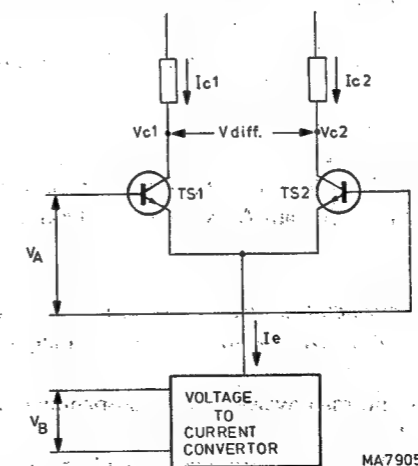
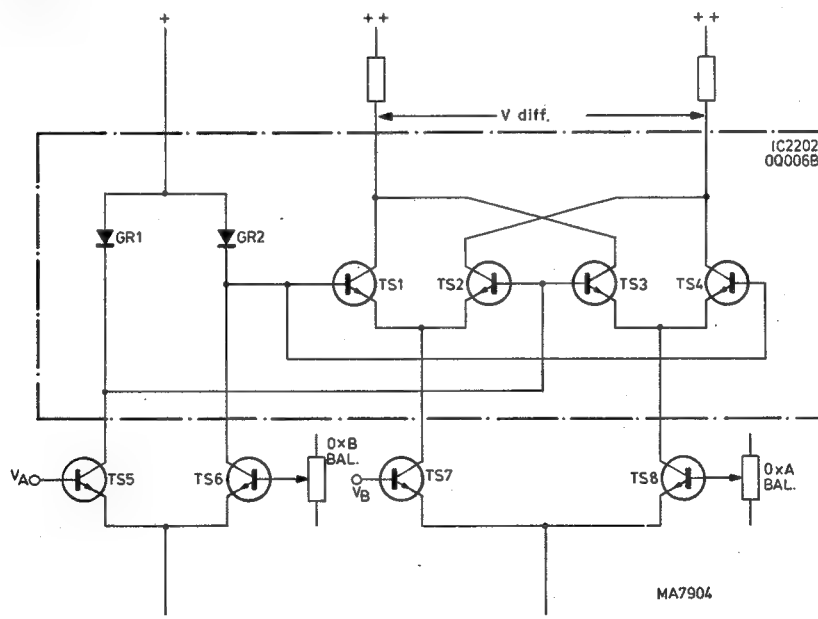

Abb. 3.1.1. Prinzipschaltung des Multiplikators
Abb. 3.1.2. Vereinfachtes Schaltbild des Multiplikators im PM 3252
Wenn zwei ausgesuchte bipolare Transistoren aus einer gemeinsamen Emittterstromquelle gespeist werden (siehe Abb. 3.1.1.), ist der differentielle Kollektorstrom proportional dem Produkt der differentiellen Eingangsspannung V_A und der Steilheit g_m :
Daraus folgt, dass die Grundschiung von Abb. 3.1.1. multiplizieren kann.
In der Multiplikatorschiung von Abb. 3.1.2. kann das Grundprinzip von Abb. 3.1.1. leicht wiedererkannt werden. Die wesentlichen Unterschiede zwischen den beiden Schaltungen sind:
- Das Transistorpaar von Abb. 3.1.1. wurde aufgeteilt in zwei Paare TS1/TS2 und TS3/TS4, von denen jedes mit der Hälfte einer symmetrischen Emittterstromquelle gespeist wird. Durch diese Aufteilung und das kreuzweise Anschliessen der Eingänge und der Ausgänge der beiden Transistorpaare wird das Übersprechen von einem Eingangssignal, wenn das andere Null ist, durch Symmetrierung ausgeschaltet.
- b. Die "harte" Ansteuerung von Eingang A wurde durch eine Ansteuerung über eine Diodentransistorschaltung ersetzt, die als "Stromspiegel" (current mirror) bekannt ist. Die Linearitätsfehler der Schaltung von Abb. 3.1.1. wurden mit den Dioden GR1 und GR2 reduziert, die von der symmetrischen Stromquelle TS5/TS6 gespeist werden. GR1 und GR2 sind als Dioden geschaltete Transistoren. Diese Transistoren befinden sich in demselben monolithischen Chip wie die Transistoren TS1, TS2, TS3 und TS4, damit einwandfreie Anpassung und Temperaturgleichlauf gewährleistet sind. Auf diese Weise wird eine gute Linearität in einem grossen Spannungsbereich erreicht und werden Temperatureinflüsse ausgeschaltet.